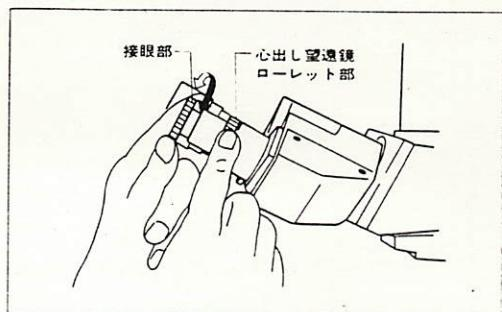

図15
- 4) 心出し望遠鏡のローレット部を押さえ、接眼部を回し、対物レンズの位相差リングにヒントを合わせます。(図15)